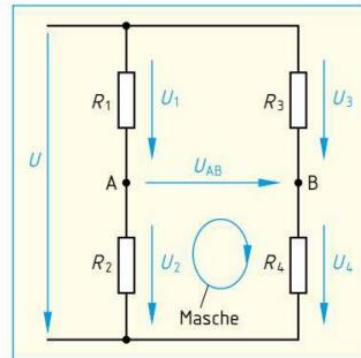

Bild 1: Brückenschaltung
b) Aus **Bild 1, Seite 198**:  $R_4 = 1,2 \text{ k}\Omega$  bei  $20 \text{ °C}$
d) Aus **Bild 1, Seite 198**:  $R_4 = 500 \text{ }\Omega$  bei  $60 \text{ °C}$